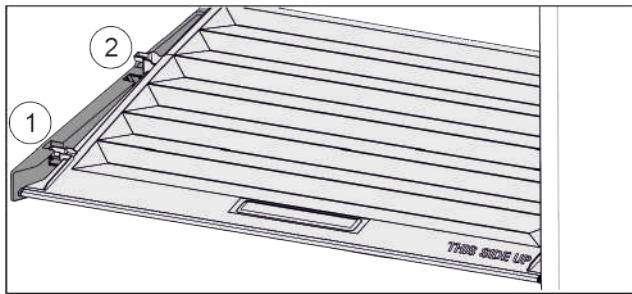

Fig. 134
- ▶ Poklopac do otvora u pridržnim dijelovima povucite prema naprijed Fig. 134 (1).
- ▶ Podignite ga odozdo sa stražnje strane i izvadite prema gore Fig. 134 (2).